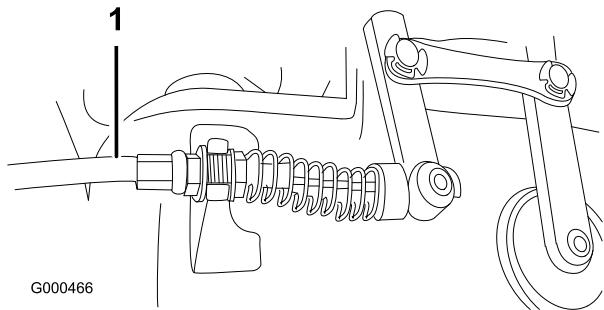

図 43
2. リール・コントロール・ケーブルの前ジャム・ナットをゆるめ、後ジャム・ナット（図 43：ギアボックスの上部）を締めてケーブルの張りを出し、さらに3.2～4.5 kgの力でリール・コントロールがつながるようにする。力の計測はコントロール・ノブの部分で行う。